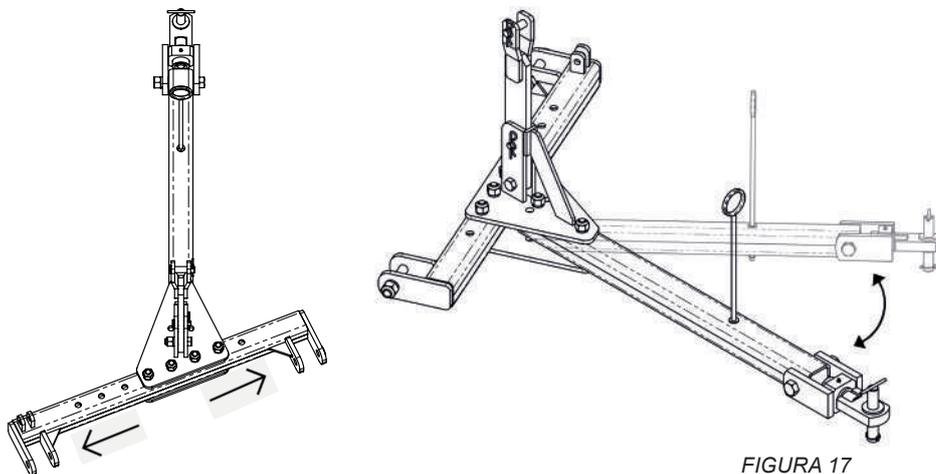

FIGURA 17
Este deslocamento deve ser regulado quando a grade não estiver dando um perfeito acabamento, isto é, deixando rastro do trator. A grade deve trabalhar centralizada com a linha de tração do trator, para tal, desloque as placas superior e inferior (1) figura 17 do cabeçalho para a direita ou esquerda.